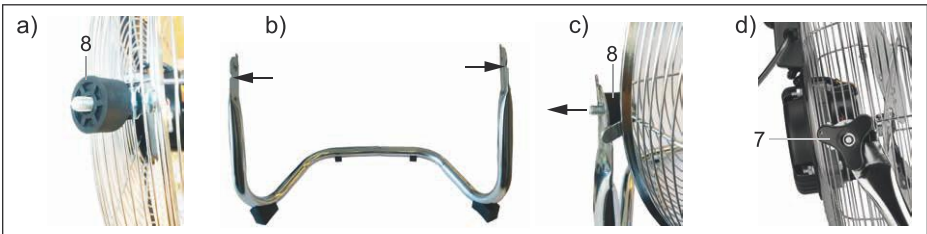

Fig.4: Einhängen Schutzgitterkorb in Träger
9. Schieben Sie jeweils einen Abstandhalter (8) auf die Schraubauflängen rechts und links am Schutzgitter des Ventilators, Abb. 4 a),
10. Schieben Sie den Ventilator mit den Schraubauflängen und den Abstandhaltern in den Träger, Abb. 4 b) und 4c).
11. Fixieren Sie den Korb mit den Dreiecksmuttern, Abb. 4 d).